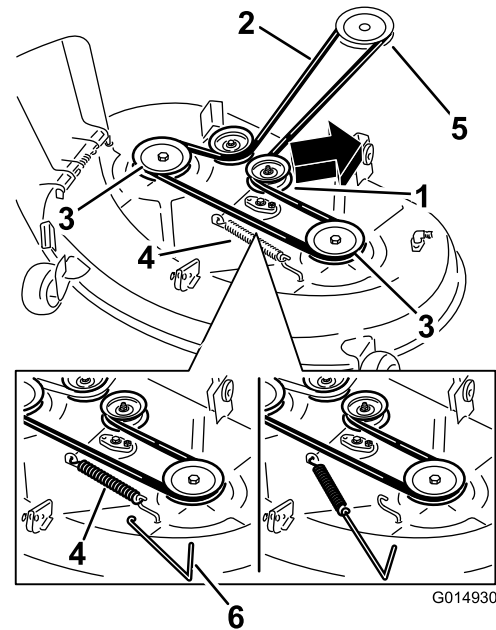

Figure 67
4. À l'aide d'un outil de dépose de ressort (réf. Toro 92-5771), décrochez le ressort du crochet sur le plateau pour éliminer la tension sur la poulie de tension et déchaussez la courroie des poulies (Figure 67 et Figure 68).
- À l'aide d'un outil de dépose de ressort (réf. Toro 92-5771), accrochez le ressort à l'ergot sur le plateau pour tendre la poulie de tension et la courroie de plateau de coupe (Figure 67 et Figure 68).